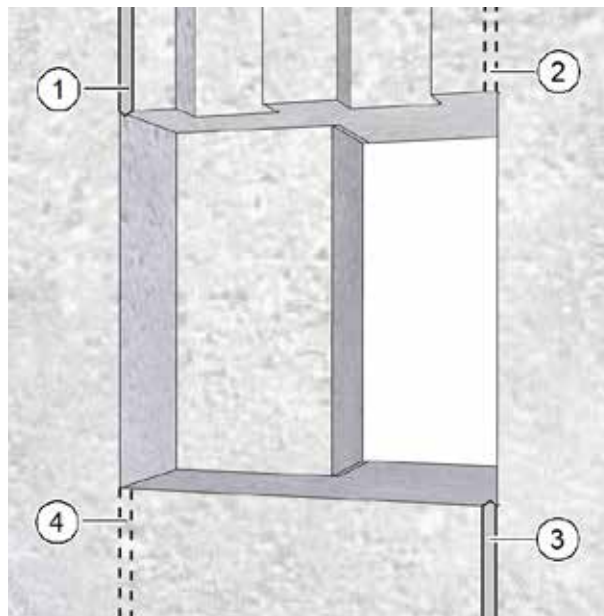

Fig. 12: Fresatura degli incavi nei muri per i cavi d'allacciamento
- ▶ Fresare una canalina per cavi per il cavo di rete (pos. 1 nella Fig. 12) ed eventualmente una canalina per cavi per il cavo di rete (pos. 3 nella Fig. 12).
- Gli incavi nei muri della Fig. 12 sono in via d'esempio. Canaline per cavi alternative sono rappresentate tratteggiate nella figura (pos. 2 e 4 nella Fig. 12). Per la successiva installazione elettrica è consigliabile fare passare il cavo di rete da sinistra ed event. il cavo di comando da destra dall'apertura del muro.